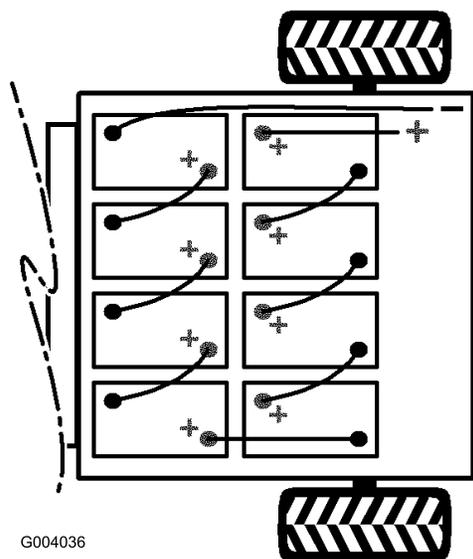

図 38
2. バッテリーと車体のアース端子を接続しているメインのマイナスケーブル黒を、バッテリーから外す 図 38。
3. バッテリーと車体のメインヒューズとを接続しているメインのプラスケーブル赤を、バッテリーから外す 図 38。
注 バッテリーを新しく積み込む場合には、極性に十分注意してください 図 38。
6. 図 38 に示すように、1 で外した中間接続ケーブルを使ってバッテリーを相互に接続する。
1. 車体のメインヒューズに接続されているメインのプラスケーブル赤を、バッテリーに接続する 図 38。
2. 車体のアース端子に接続されているメインのマイナスケーブル黒を、バッテリーに接続する 図 38。